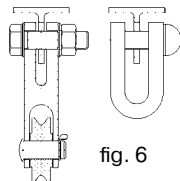

fig. 6
- Fixer poulie / manille à la portée souhaitée suivant (fig. 6). Contrôler les vis.